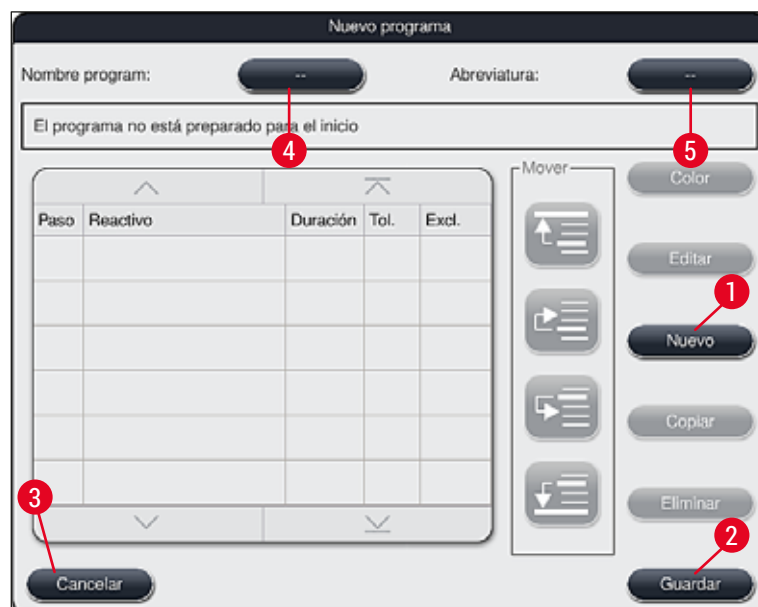

Fig. 46
- Se abre una nueva ventana del programa (→ "Fig. 46").
- Se abre la ventana de entrada (→ "Fig. 46") para crear un nuevo programa.